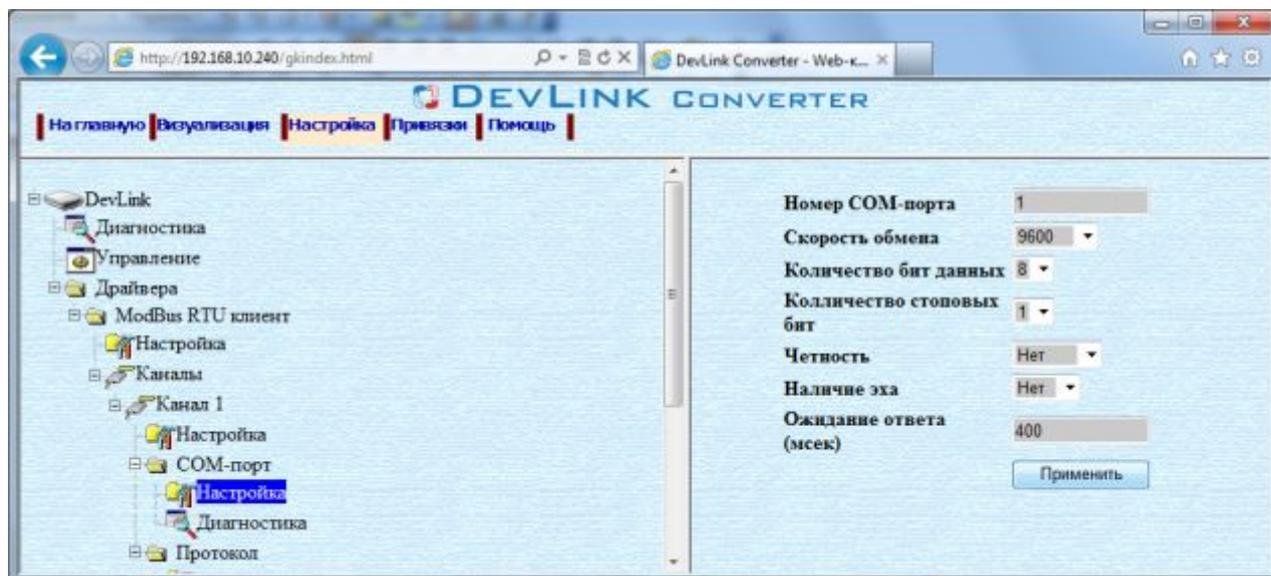

Рисунок 3.9 – Настройка модуля СОМ-порта
- Выберите в дереве объектов папку «Настройка» модуля COM-порта нужного канала драйвера (рисунок 3.9).
- Задайте необходимые настройки и для их применения нажмите кнопку «Применить» (рисунок 3.9).